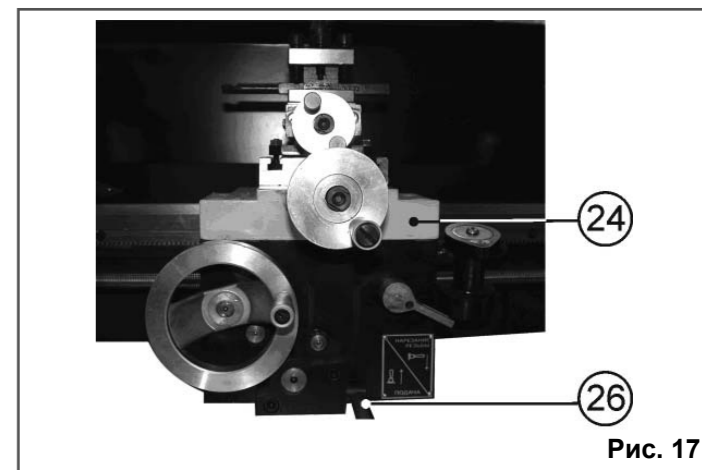

Рис. 17
#### 10.4. Точение с автоматической подачей (Рис. 17, 18)
10.4.3. Переключением рычага (26) включения автоматической подачи в верхнее положение приводится в действие автоматическое перемещение каретки (24), Рис. 17.